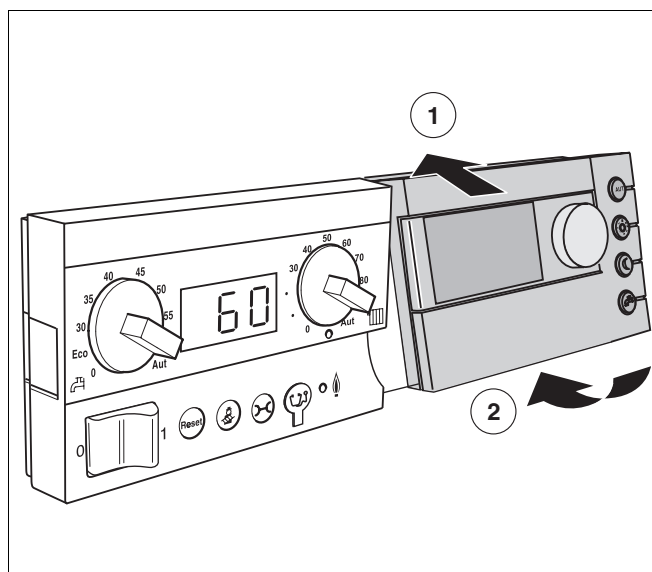

Рис. 2 Установка пульта управления RC30
- Навесить пульт управления RC30 на верхний край корпуса, как показано стрелками (рис. 2, поз. 1).
- Слегка нажать на RC30 вверх по направлению стрелок до щелчка (рис. 2, поз. 2).